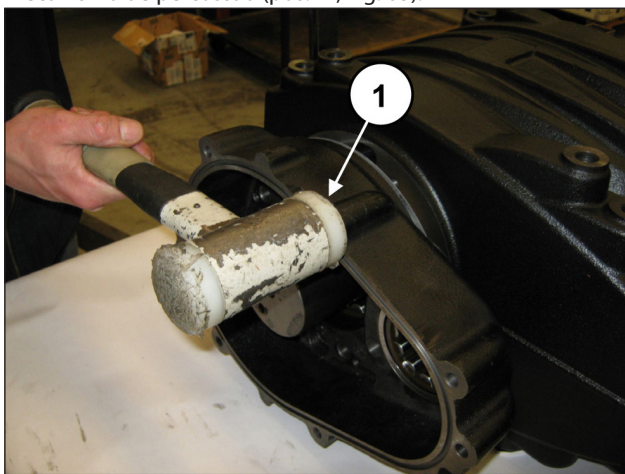

Fig. 63
Monte a caixa do redutor (e relativo forro), usando um mecanismo de percussão (pos. ①, Fig. 63).